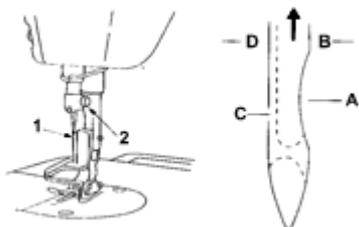

Fig. 10
4. FIXAÇÃO DA AGULHA (FIG. 10)